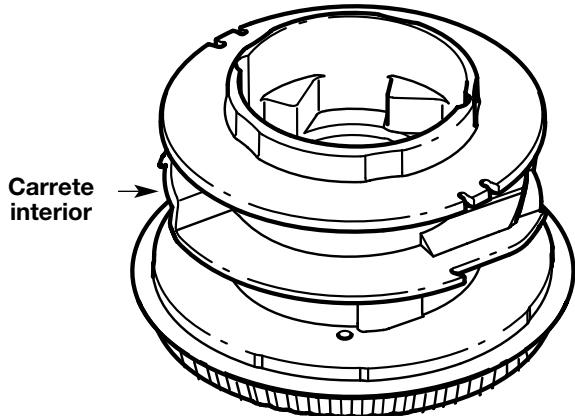

Fig. 23
- Saque toda la línea que haya en el carrete interior antes de limpiarlo. Saque todos los residuos o pasta de la perilla, resorte, carrete interno y sello de espuma. Lave el carrete interior con agua jabonosa tibia (Fig. 23).